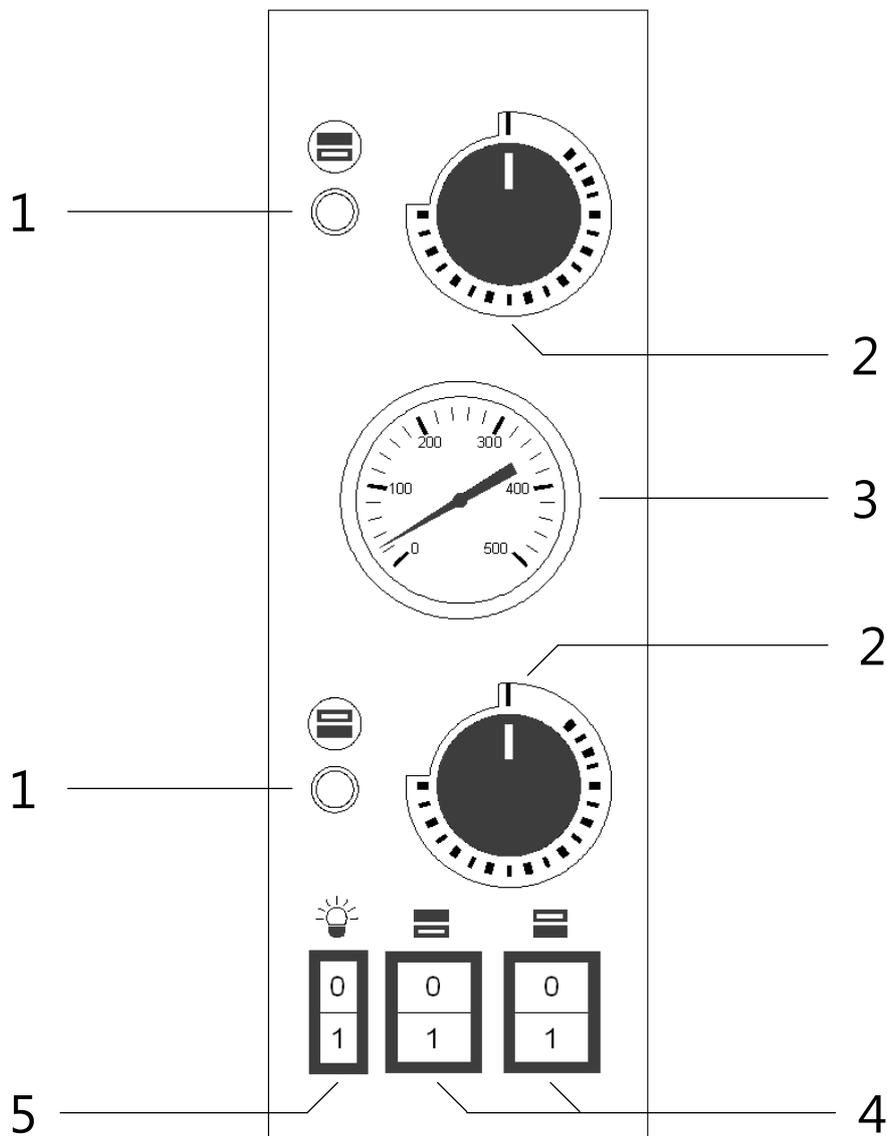

ABB.1 Bedienfeld Modell PLUS XL
LEGENDE ABB.1
- 3) Den Schalter der Widerstände (**ABB.1- Ref.4**) auf die **Pos."I"** stellen;
- 4) Den Betrieb der Widerstände aktivieren, dazu die Temperaturregler(**ABB.1; - Ref.2**) auf eine Temperatur von **150°C** einstellen, die auf dem Drehknopf angegeben ist; die entsprechenden Kontrollleuchten leuchten auf und zeigen den Betrieb der aktiven Widerstände an;
- 6) Den Betrieb der Widerstände deaktivieren, dazu die Temperaturregler(**ABB.1;- Ref.2**) auf die **Pos."0"** stellen; die zugehörigen Kontrollleuchten gehen aus;
- 8) Die Tür wieder schließen und den unter Punkt **4)** beschriebenen Vorgang wiederholen; diesmal die Temperaturregler (**ABB.1,- Ref.2**) entsprechend der Angaben auf dem Drehknopf auf eine Temperatur von **400°C** stellen.
- 10) Den Betrieb der Widerstände deaktivieren, dazu die Temperaturregler (**ABB.1;- Ref.2**) auf die Pos. **"0"** stellen; die zugehörigen Kontrollleuchten gehen aus;
- 2) Den Schalter der Widerstände (**ABB.1;- Ref.4**) auf die **Pos."I"** stellen;
- 3) Den Betrieb der Widerstände aktivieren, dazu die Temperaturregler(**ABB.1;- Ref.2**) auf die gewünschte Temperatur stellen, es schalten sich die Kontrollleuchten ein und zeigen den Betrieb der aktiven Widerstände an;
- 4) Wenn der Backofen die gewünschte Temperatur erreicht hat (siehe Punkt **9)** dieses Abschnitts), welche auf dem Thermometer (**FIG.1 Rif.3**) ablesbar ist, können die zu backenden Pizzen in den Backofen gegeben werden;
- 6) Um den Innenraum des Backofens zu beleuchten den Schalter der Backofenlampe drücken (**ABB.1-Ref.5**);
Den Ofen ausschalten, dazu die Schalter, die die Widerstände (**ABB.1-Ref.4**) aktivieren, sowie die Temperaturregler (**ABB.1-Ref.2**) auf die **Pos. "0"** stellen.